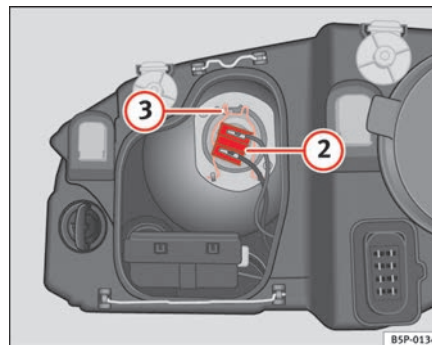

Abb. 185 Abblendlicht
- Ziehen Sie den Stecker ⇒ Seite 262, Abb. 185 ② von der Lampe ab.
- Die Haltefeder ⇒ Seite 262, Abb. 185 ③ durch Eindrücken und Rechtsdrehung abnehmen.